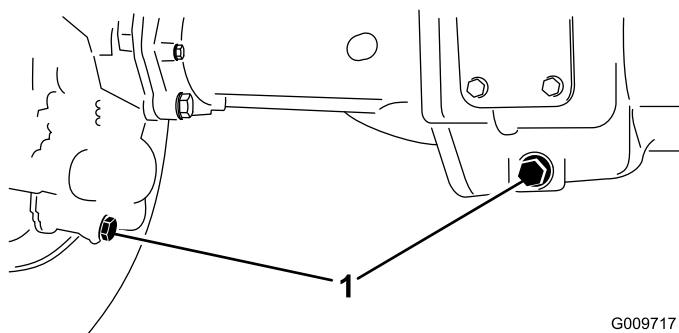

图 51
- 清洁 3 个排油塞的周边区域——两端各 1 个中间 1 个 (图 51)。